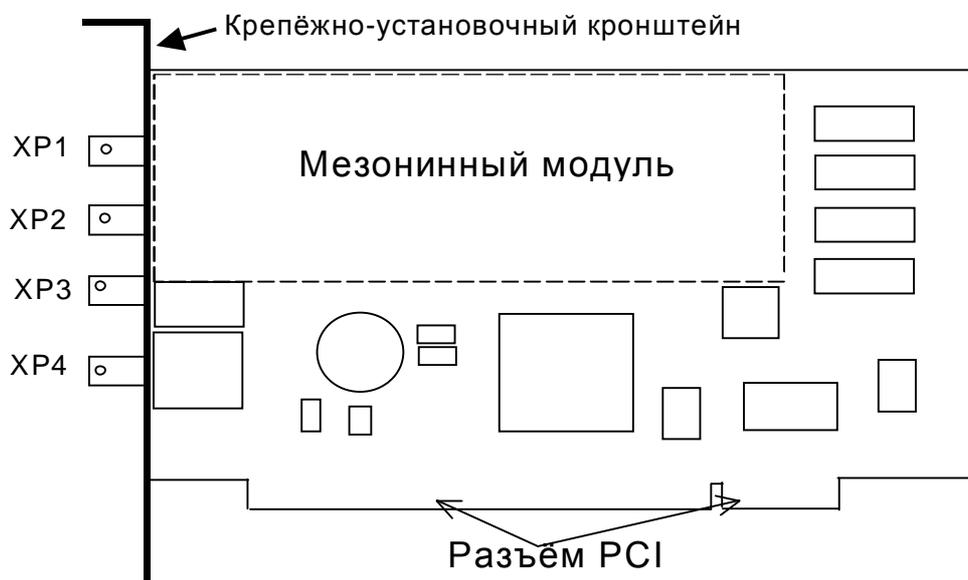

Рис. 6. 3
6.1.2.1 Расположение разъемов XP<1, ..., 4> и PCI показано на Рис. 6. 3.